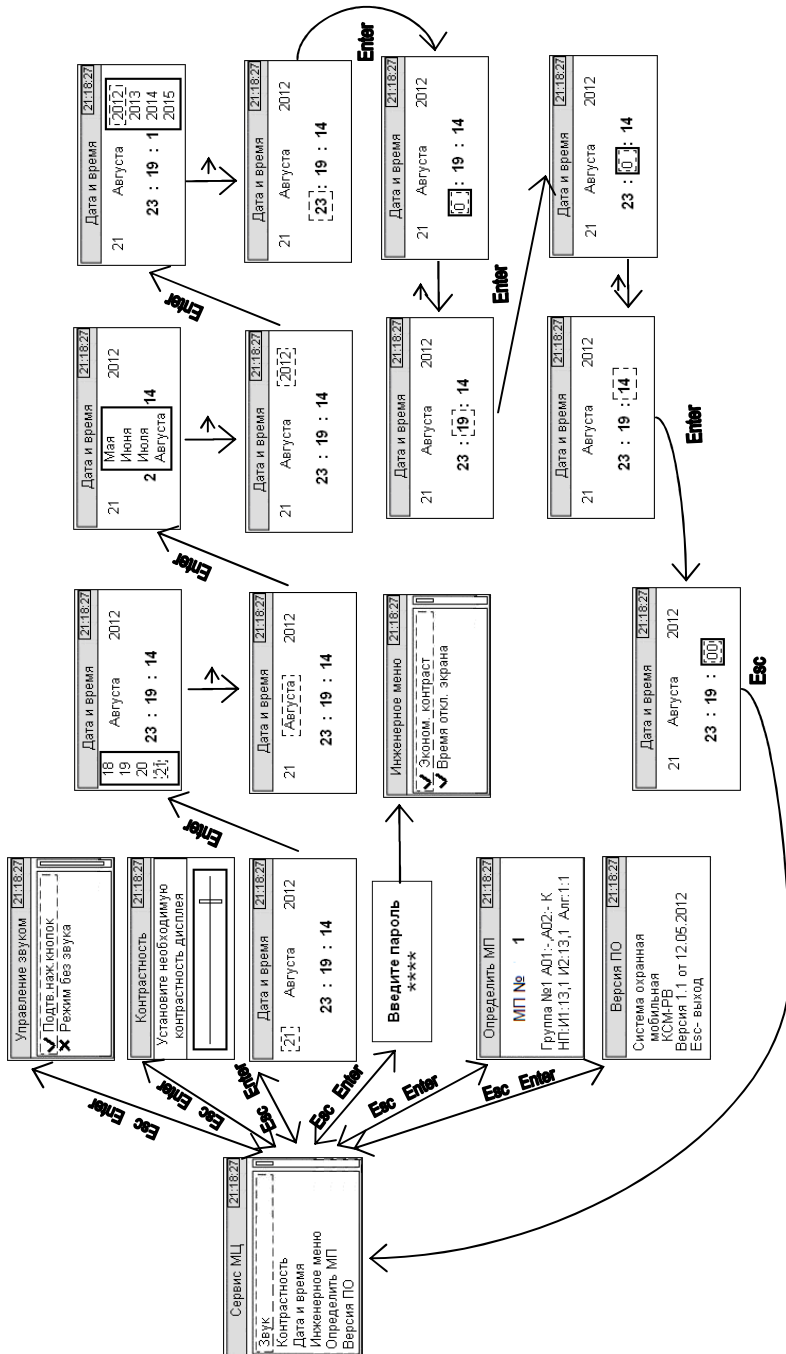

Рисунок 1.11 – Меню «Сервис МЦ»
1.4.2 В меню «Архив», рисунок 1.11, выводится архив сообщений системы с сортировкой по признакам:
Меню «Сервис МЦ», рисунок 1.11 обеспечивает управление звуковыми сигналами, контрастностью экрана МЦ, установку времени и даты работы системы, а также инженерных настроек МЦ.